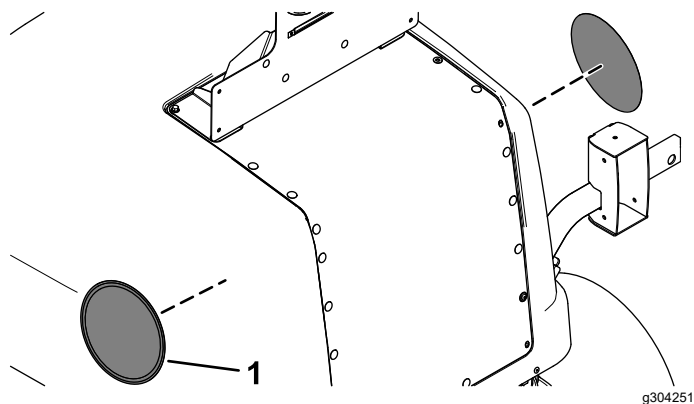

Figura 34
14. Coloque las pegatinas adecuadas de limitación de velocidad a cada lado del capó (Figura 34).